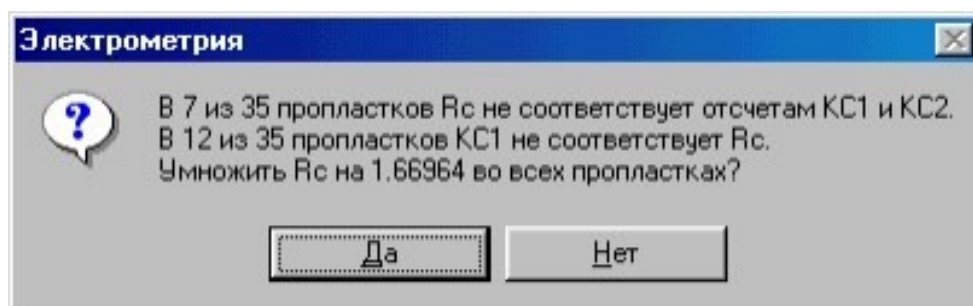

Рисунок 14.1 – Предложение поправки в значении RS на этапе загрузки данных
Если программа обнаруживает пропластки с грубой ошибкой в отсчетах, она предлагает автоматически скорректировать сопротивление промывочной жидкости (RS) во всех пропластках (рисунок 14.1). Соглашайтесь на исправление, если в большом относительном числе пропластков обнаружена грубая ошибка (конфликт с KC1 и KC2 одновременно).